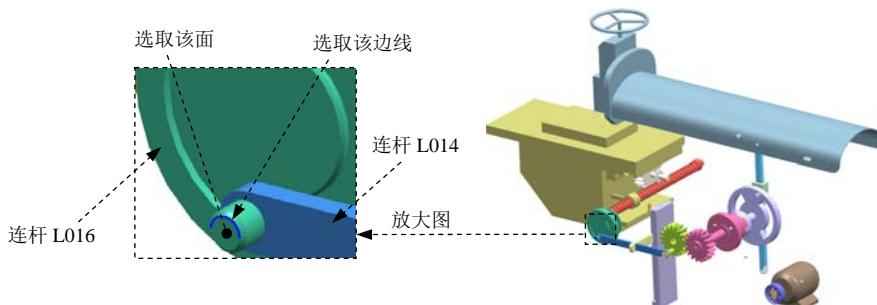

图 10.9.23 定义共线连接（四）
- (1) 定义运动副类型。在“运动副”对话框 **定义** 选项卡的 **类型** 下拉列表中选择  **共线** 选项。
- (2) 选择连杆。选取图 10.9.23 所示的连杆 L014。
- (3) 定义原点及矢量。在“运动副”对话框的  **指定原点** 下拉列表中选取“圆弧中心”  选项，在模型中选取图 10.9.23 所示的圆弧为定位原点参照；选取图 10.9.23 所示的面作为矢量参考面。
- (4) 添加啮合连杆。在“运动副”对话框的基本区域中选中  **啮合连杆** 复选框，单击 **选择连杆 (0)**，选取图 10.9.23 所示的连杆 L016。
- (5) 定义啮合连杆原点及矢量。在“运动副”对话框 **基本** 区域的  **指定原点** 下拉列表中选取“圆弧中心”  选项，在模型中选取图 10.9.23 所示的圆弧为定位原点参照；选取图 10.9.23 所示的面作为矢量参考面。